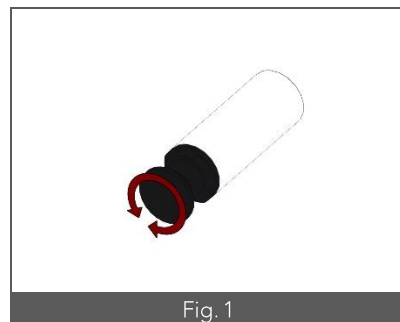

Fig. 1
- Actionner le commutateur (Fig. 1 – Rep. 4) du bac désiré pour mettre la fonction en service. Le voyant vert (Fig. 1 – Rep. 1) s'allume.
- Actionner le thermostat (Fig. 1 – Rep. 5) dans le sens horaire. Le voyant orange (Fig. 1 – Rep. 3) s'allume, indiquant la chauffe du bain d'huile.